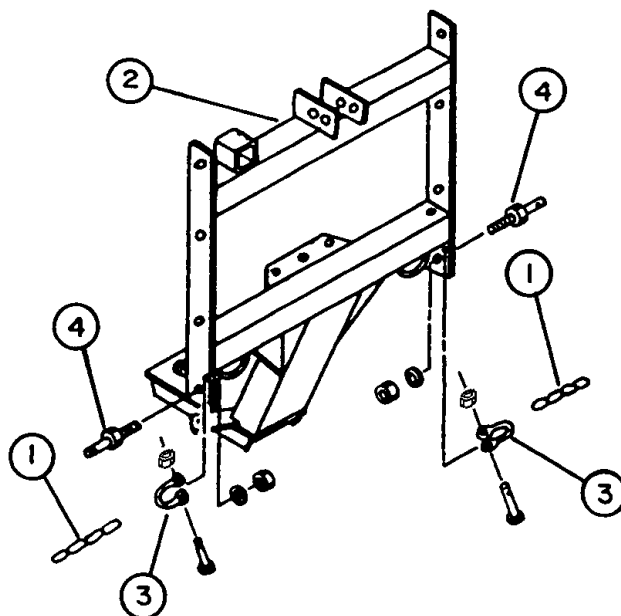

Figure 3
1. Attachez les chaînes (fig.3, item 1) sur l'attache 3 points ou le PORTEUR ARRIÈRE (fig.3, item 2), en agrafant deux clés (fig.3, item 3) aux petits trous au bas du châssis d'attache.
2. Passez les bouts filetés des goupilles d'attache (fig.3, item 4) dans les trous sur l'attache 3 points ou du porteur arrière (fig.3, item 2) et fixez-les avec les rondelles de blocage et les écrous de la goupille.